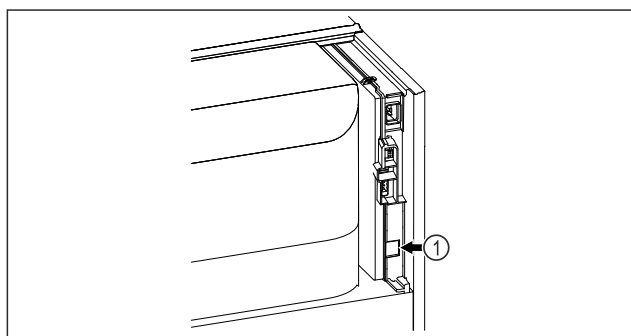

Fig. 183
- SmartModule Fig. 183 (1) ir ievietots.